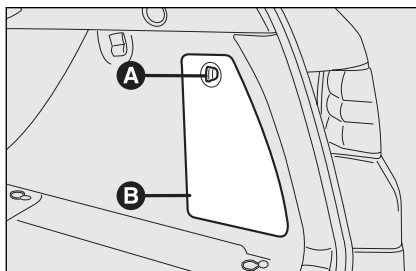

fig. 130
- ☐ rodar o selector **A-fig. 130** e abrir a portinhola **B** situado no lado direito da bagageira;